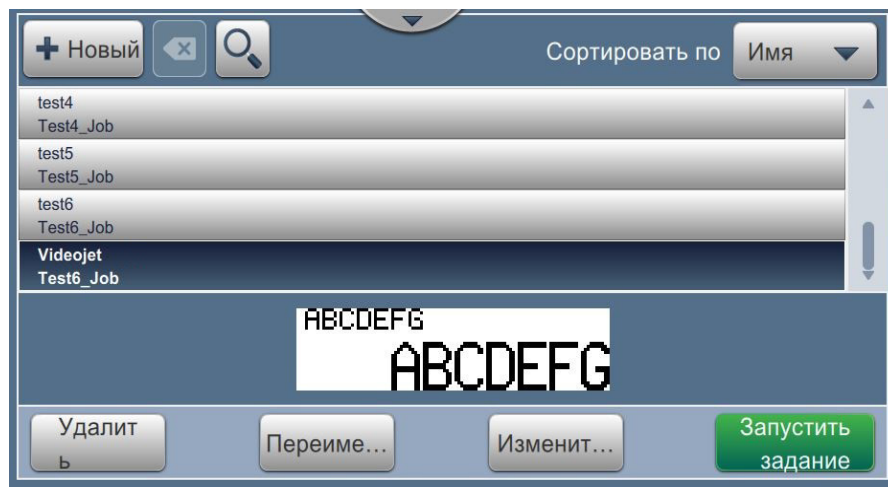

Рис. 5-23: Список заданий
32. Задание «VIDEOJET 1240» будет добавлено в список заданий, как показано на Рис. 5-23.